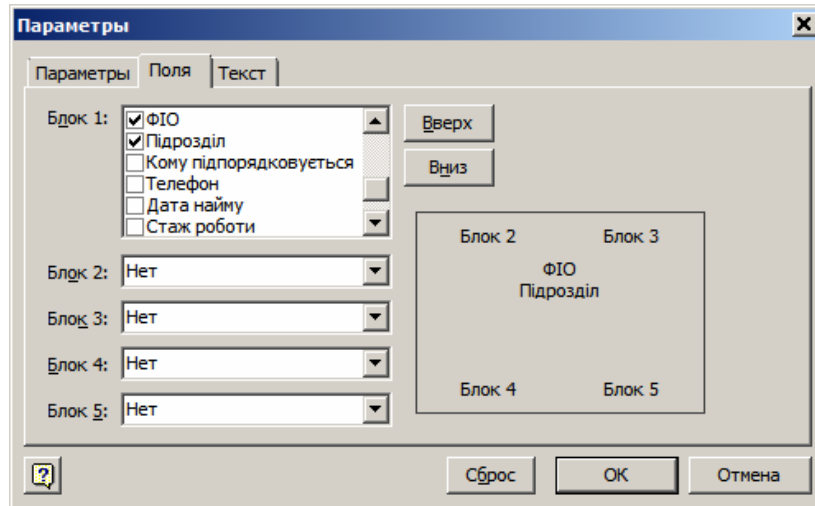

Рис. 3.29. Вибір полів для відображення в діаграмі
2. У діалоговому вікні (рис. 3.29) на вкладці *Поля* в списку полів прапорцем відмічено тільки одне поле – що відображується зараз у діаграмі, – *Посада*. Знімемо цей прапорець, а відмітимо поля *ФІО* й *Підрозділ*. У зразку справа внизу вікна помітно майбутнє розташування даних усередині блоку діаграми.